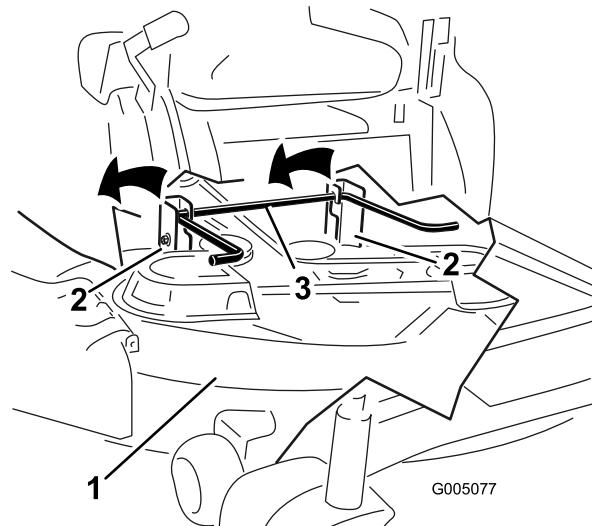

Figure 59
- 5. Soulevez et déposez le tablier de coupe et les supports de la tige de levage arrière et abaissez le tablier au sol avec précaution (Figure 59).
5. Soulevez l'arrière du tablier de coupe et guidez les supports sur la tige de levage arrière (Figure 59).